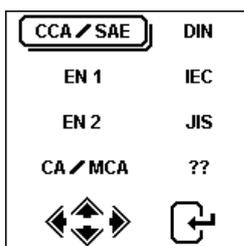

Fig.20
9. Con la selezione della classificazione, la schermata dell'analizzatore verrà visualizzata come da Fig.20 sotto.